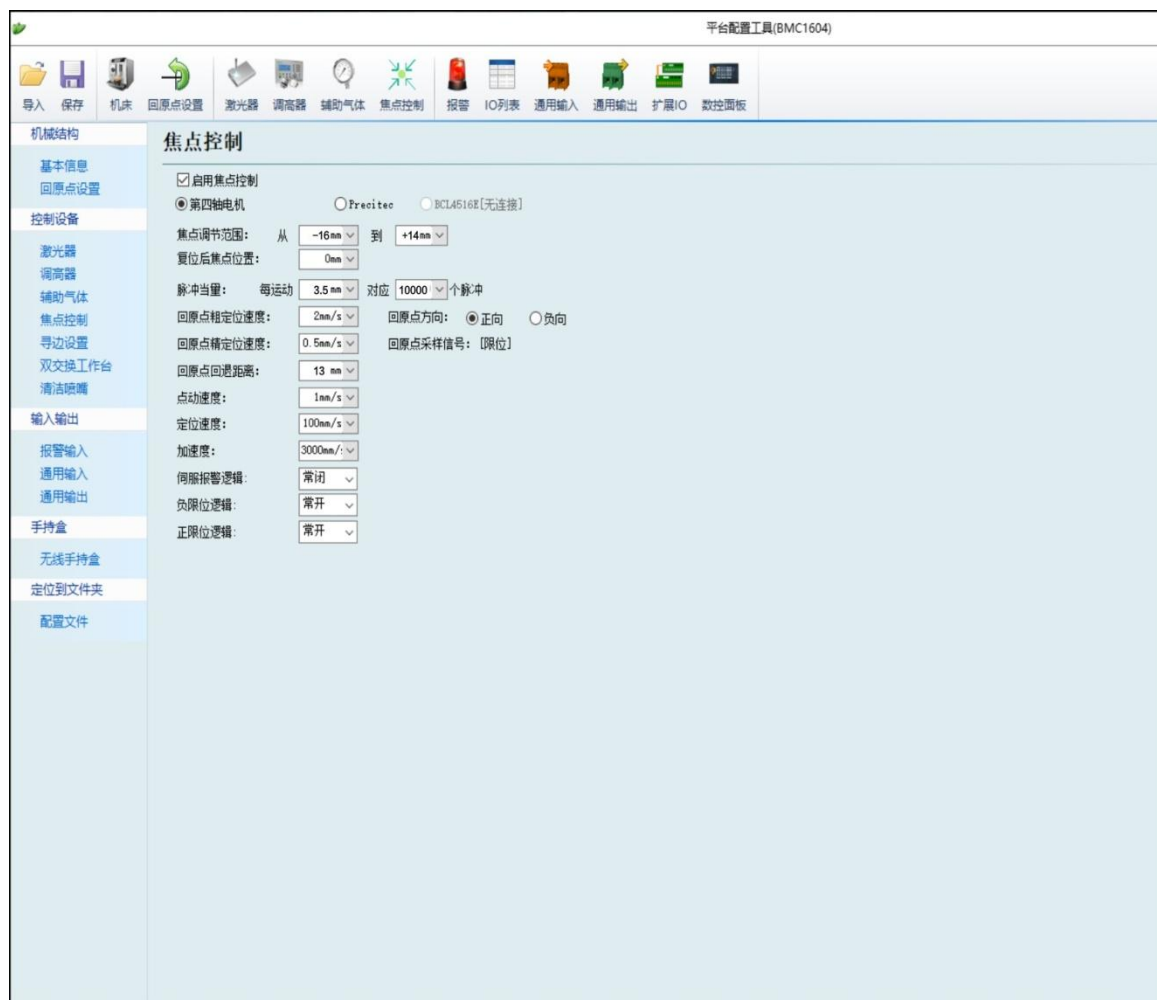

图3.6
- ① 打开软件配置平台，设置焦点回退距离30mm（可根据实际情况微调），使聚焦焦点在零刻度位置（以柏楚为例）如图3.6所示。